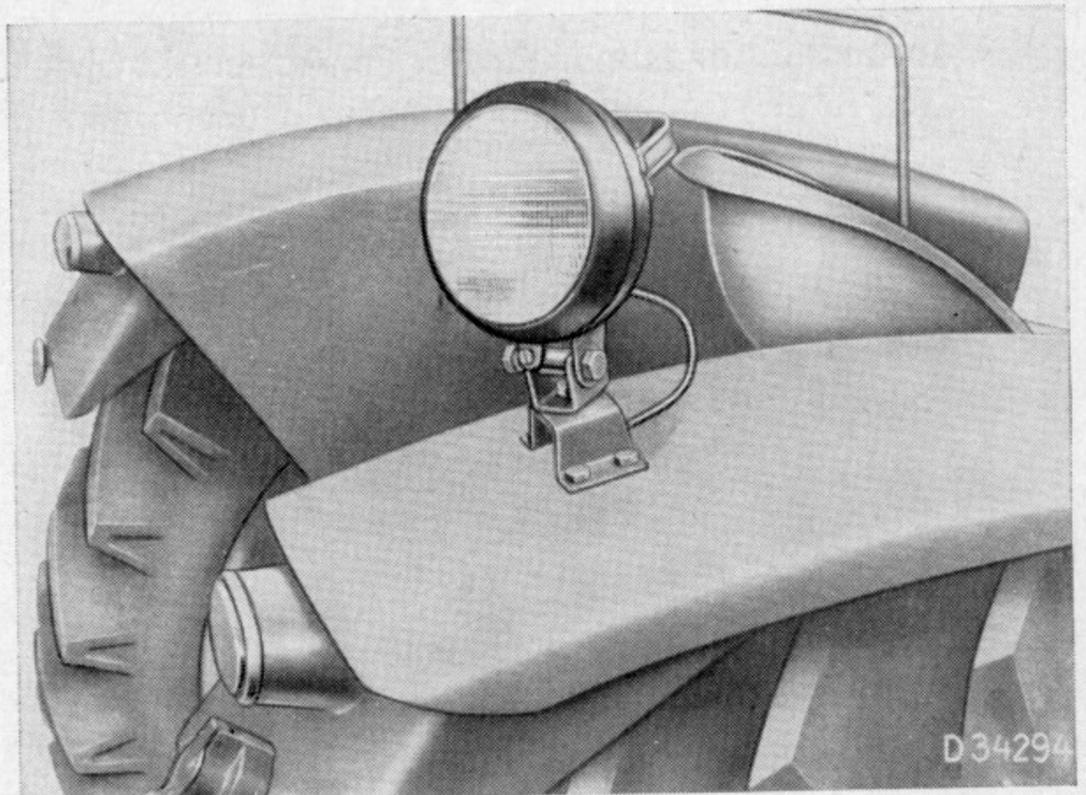

Bild 252. Gerätescheinwerfer
6. Gerätescheinwerfer (Bild 252)